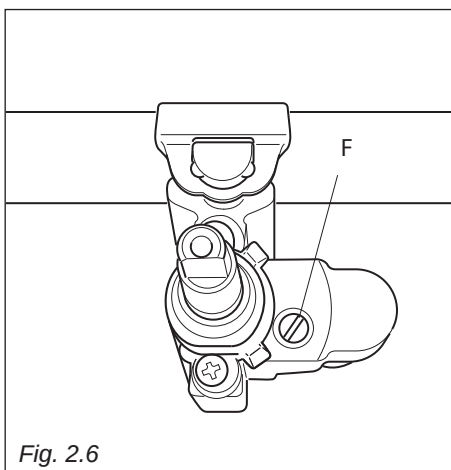

Fig. 2.6
- Sfilare la manopola del rubinetto e con un cacciavite a taglio agire sulla vite “F” (fig. 2.6) fino ad ottenere la fiamma desiderata.